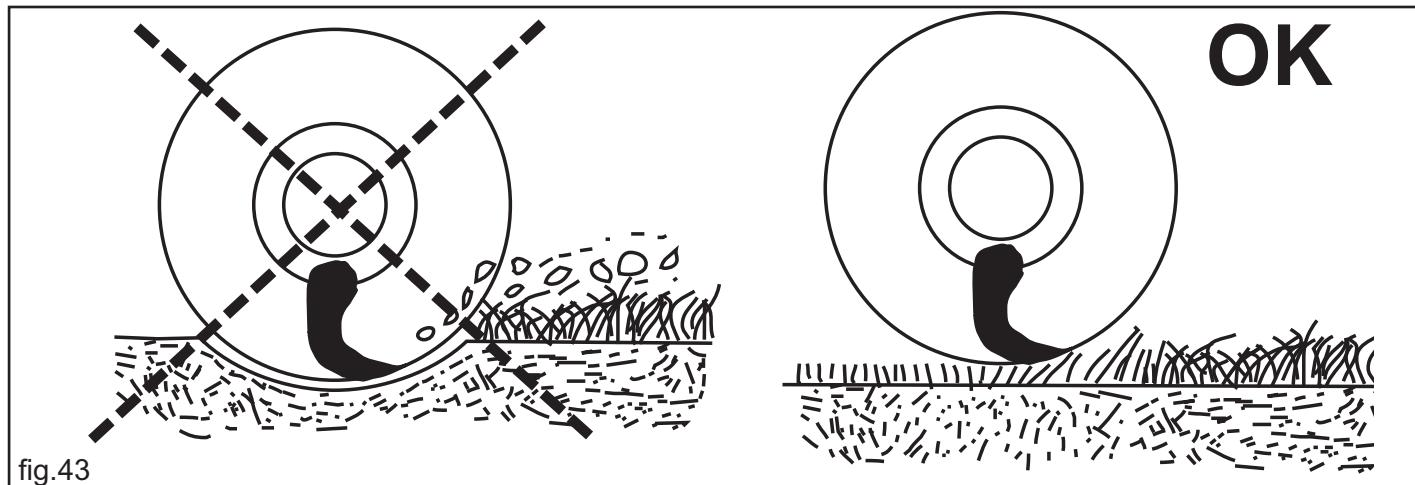

fig.43
- Se necessario regolare con il sollevatore l'altezza di lavoro, evitando che gli organi di taglio (coltellini o mazza) vadano a contatto con il terreno (fig.43).